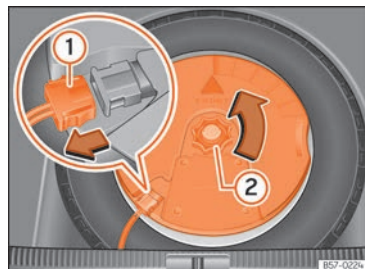

Fig. 204 En el maletero: desmontar el subwoofer.
- Desconecte el cable del altavoz subwoofer »» fig. 204 ①.
- Gire la ruedecilla de fijación en sentido contrario a las agujas del reloj »» fig. 204 ②.